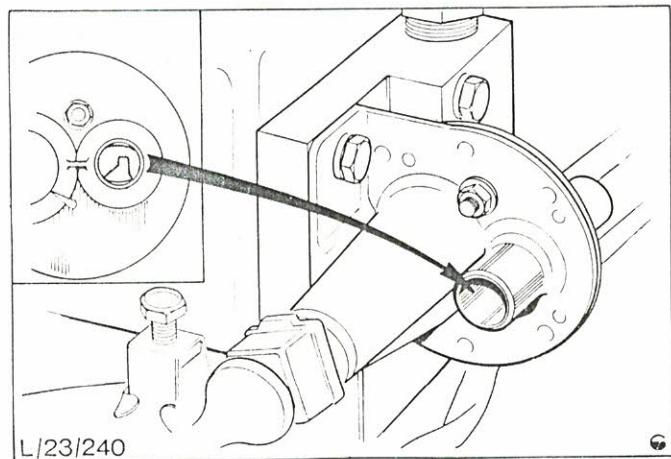

Abb.61 Zusatzluftschieber prüfen (Motor kalt, Lochblende geöffnet)
- b) Mit Spiegel und Lampe in den Schieber sehen. Bei kaltem Motor ist das Ventil, wie in Abb.61 gezeigt, offen.